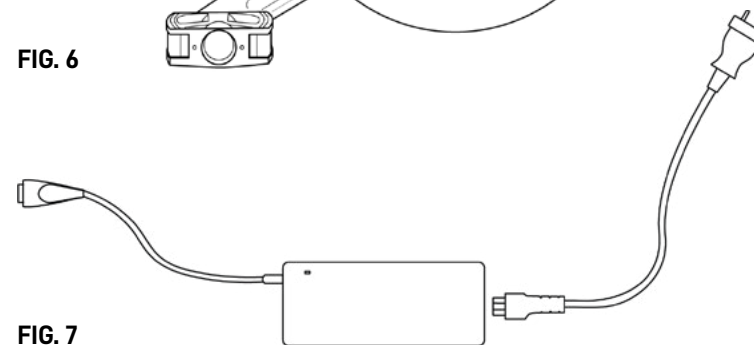

FIG. 7
2. Collegare il caricabatteria in dotazione con l'apposito spinotto (FIG 7);